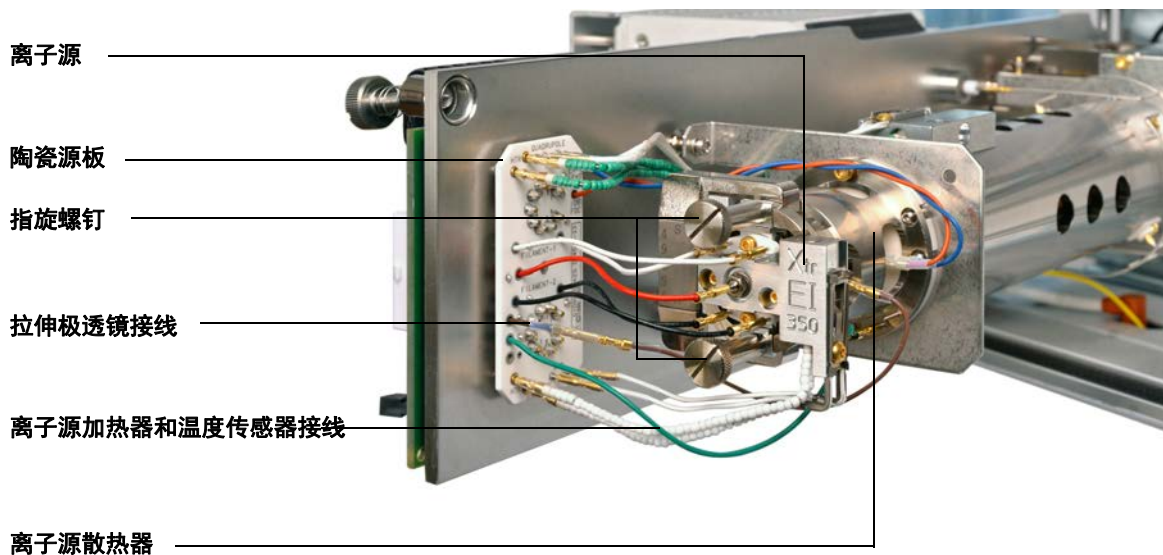

图 50 安装 EI 离子源
- 1 将离子源滑入源散热器。（请参阅图 50。）
- 2 安装并用手拧紧离子源指旋螺钉。不要将指旋螺钉拧得过紧。（请参阅图 50。）